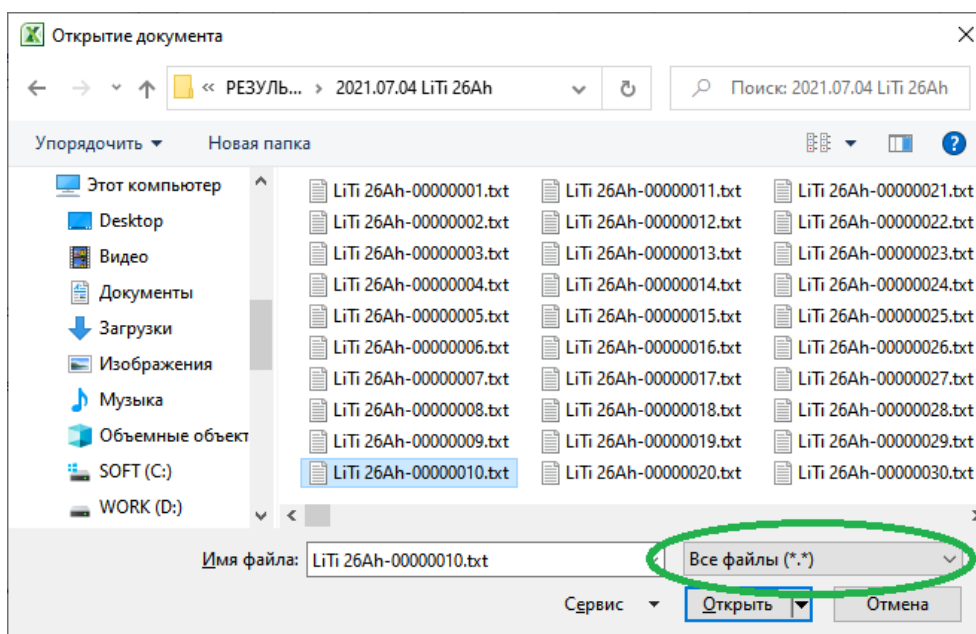

Рисунок 50 - Выбор файла с результатами измерений
- В открывшемся окне выбрать из списка типов файлов вариант "Все файлы" (см. рисунок 50);